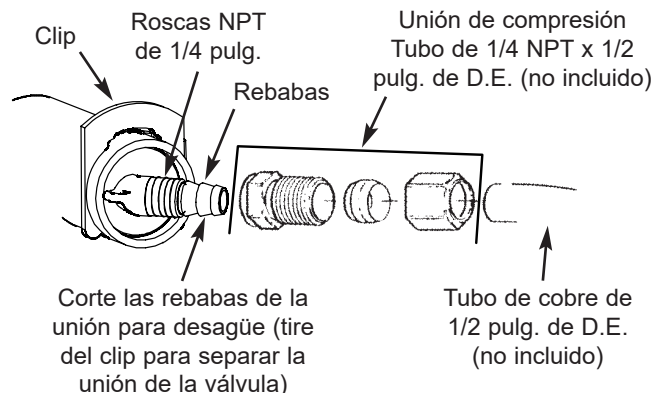
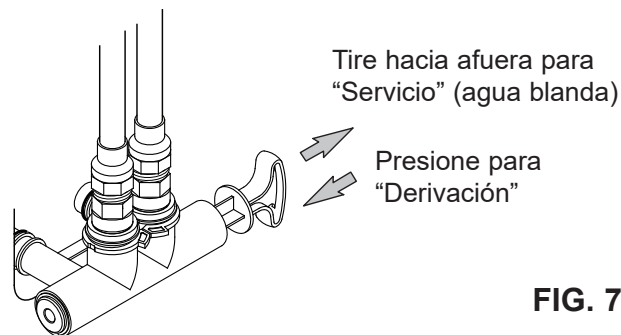

FIG. 6
FIG. 7
Use la manguera flexible de desagüe (incluida), mídala y córtela a la longitud necesaria. No en todas las localidades se permite usar mangueras flexibles de desagüe (consulte sus códigos de plomería). Si los códigos locales no permiten usar una manguera flexible de desagüe, deberá instalar un desagüe con válvula rígida. Adquiera una unión de compresión (NPT de 1/4 x tubo de 1/2 pulg. como mínimo) y un tubo de 1/2 pulg. en su ferretería local. Instale un desagüe rígido según se necesite (vea la Fig. 6).
Siempre instale una válvula de una derivación (incluida) tal como se muestra en la Fig. 6 o, si lo desea, puede comprar y armar las piezas para un sistema de derivación de 3 válvulas (no incluidas), tal como se muestra en la Fig. 7. Las válvulas de derivación le permiten cerrar la entrada de agua al ablandador de agua para su mantenimiento, si es necesario, y aún así tener agua en las tuberías de la casa.
3. Mueva las válvulas de derivación a la posición de "derivación" (Bypass) (vea las Fig. 7 y 8). En una válvula de una derivación, deslice el vástago hacia adentro a la posición de derivación. En una derivación de 3 válvulas, cierre las válvulas de entrada y salida, y abra la válvula de derivación.